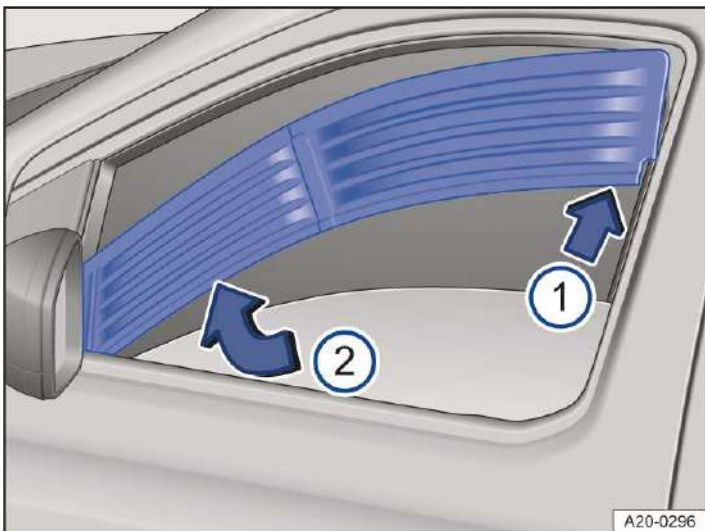

Abb. 2 In der linken Tür: Entlüftungsgitter einsetzen.
4. Entlüftungsgitter erst vorn → *Abb. 2* (2) und dann hinten → *Abb. 2* (1) in die Fensterdichtung einsetzen.